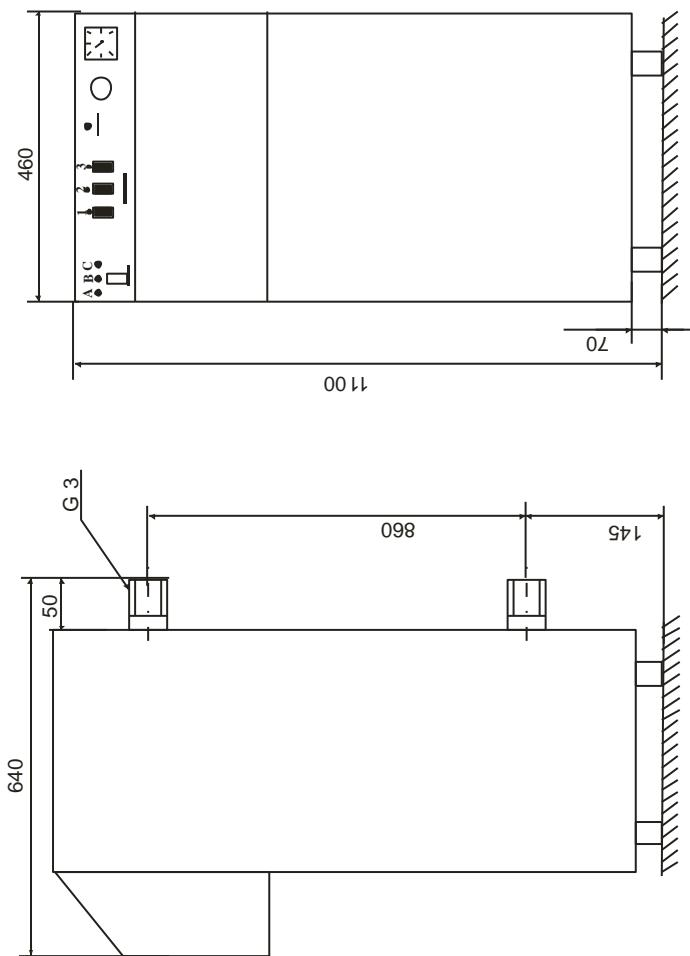

Рис. 2. Апарат електричний водогрійний
5.1 КЕО є конструкцією, що складається з окремих вузлів, розміщених в сталевому корпусі форми паралелепіпеда (див. рис.2). Корпус є несучою конструкцією, сприймаючио навантаження, які виникають при експлуатації і транспортуванні. Блок управління закріплюється на передню верхню частину кожуха.